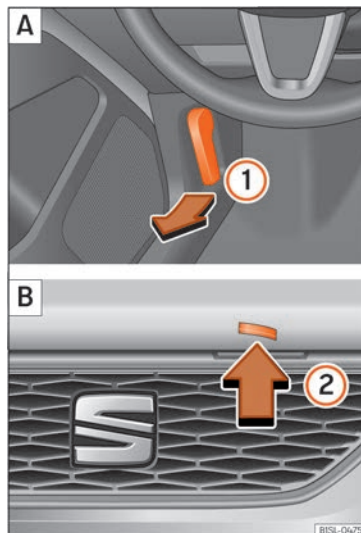

Fig. 161 [A]: Palanca de desbloqueig a la zona reposapeus, al costat del conductor. [B]: Palanca de desbloqueig al capó del motor. »
- Obriu la porta i estireu la palanca que hi ha sota del tauler d'instruments »» fig. 161 ①.
- Aixequeu lleugerament el capó del motor i pressioneu alhora la palanca de desbloqueig »» fig. 161 ② en el sentit de la fletxa per obrir del tot el capó del motor.